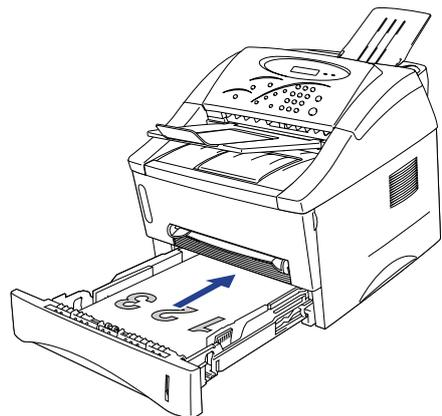

图 2-19
- (1) 选择驱动程序中手动双面打印方式；
- (2) 打印机首先自动将偶数页打印到纸的一面；
- (3) 取下出纸盘上打印好的纸张；
- (4) 将单面打印好的纸张重新放入纸盒，将欲打印的那一面（空白面）朝下，页面的顶端朝外放置，根据计算机屏幕的提示进行下面的操作（图 2-19）；
- (5) 这时，打印机自动将文档的奇数页打印到纸张的另一面。